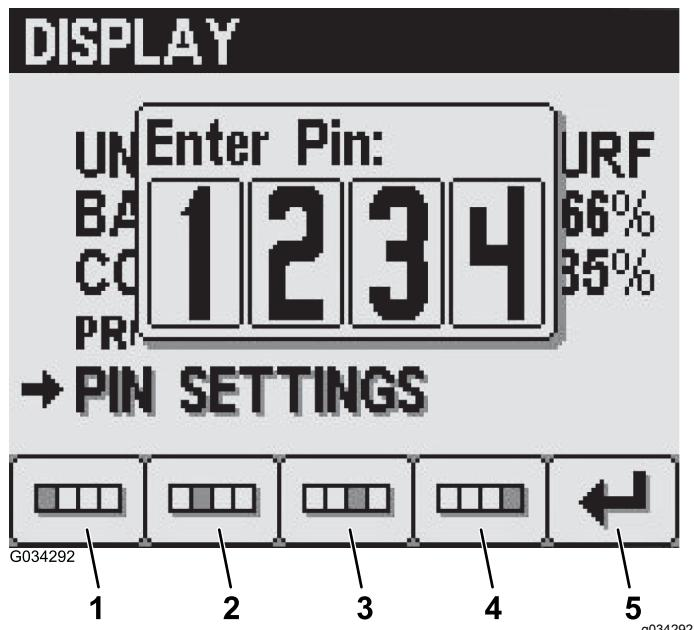

Figura 30
2. Ingrese su PIN de 4 dígitos usando los botones 1 a 4 y pulse el botón 5 para ingresar el PIN en el InfoCenter (Figura 30).
4. En la pantalla de Ingresar PIN anterior, ingrese su PIN anterior usando los botones 1 a 4 y pulse el botón 5 para ingresar el PIN en el InfoCenter (Figura 30).